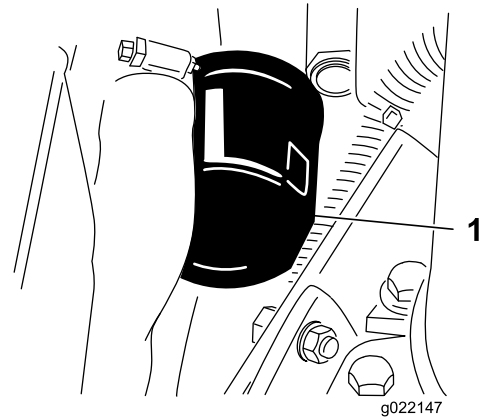

Figura 57
2. Retire el filtro de aceite (Figura 57).